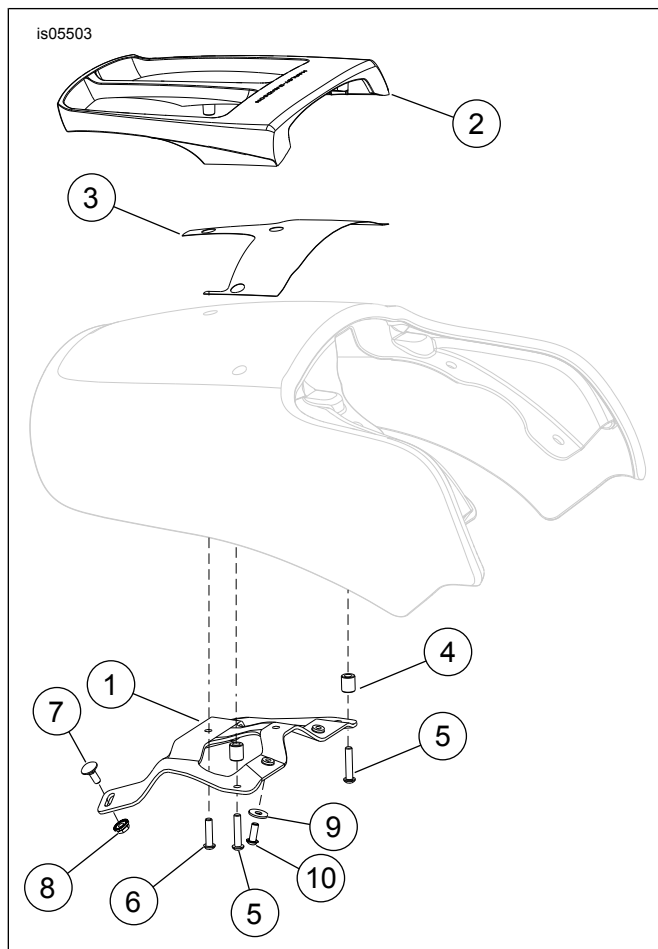

Figura 5. Parti di ricambio: Portabagagli per modelli VRSCF
Vedere Figura 5 e Tabella 1.
5. Vedere Figura 5. Rimuovere il nastro per mascheratura dai fori e applicare il nastro di protezione (3) sulla superficie verniciata, utilizzando i fori eseguiti per l'allineamento.
7. Vedere Figura 5. Inserire i distanziali (4) nei punti di montaggio anteriori del parafango.
8. Allineare la staffa del portabagagli (1) ai distanziali. Installare le viti (6) e serrarle a mano.
9. Installare le due viti (5) nei punti di montaggio anteriori e serrarle a mano.
14. Vedere Figura 5. Installare le due viti (10) e le rondelle piatte (9) attraverso i fori nel fondo sella nei dadi saldati sulla staffa di sostegno del portabagagli (1). Serrare a mano.
17. Vedere Figura 5. Serrare i dadi (8) e le viti (10) ad una coppia di 7,9 N·m (62–80 in-lbs).